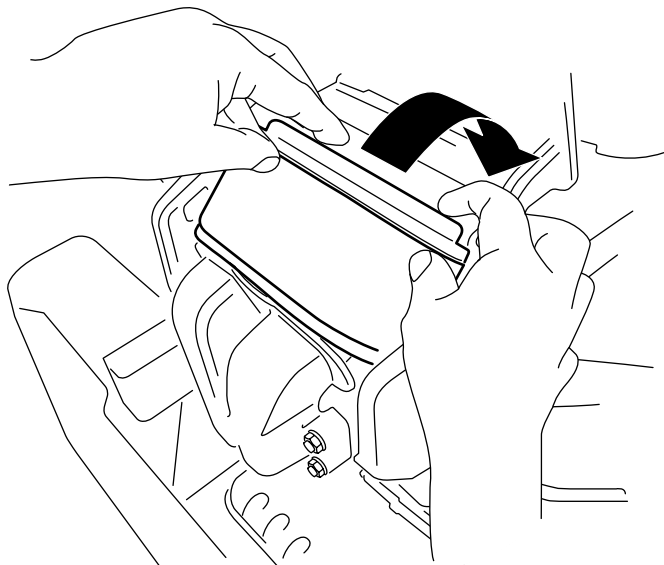

Figure 40
3. Tournez le filtre vers le bas dans la chambre et appuyez-le parfaitement contre le collecteur (Figure 40).